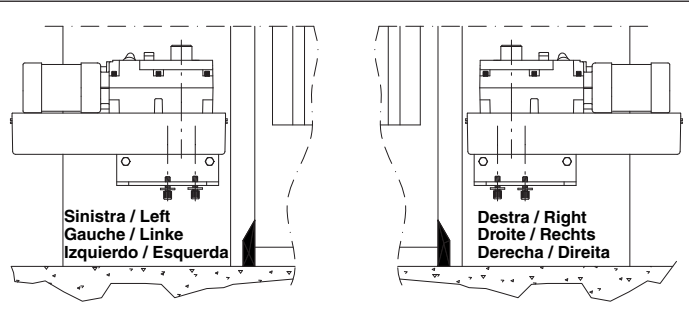

Fig. 6
- Monte o braço de alavancas como na fig.6.